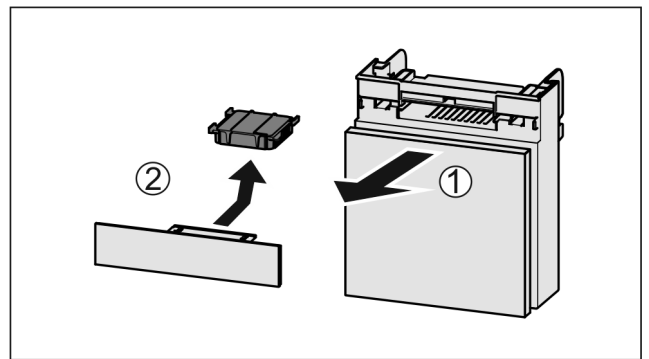

Fig. 254
- Fach nach vorne herausziehen Fig. 254 (1).
- Aktivkohlefilter entnehmen Fig. 254 (2).